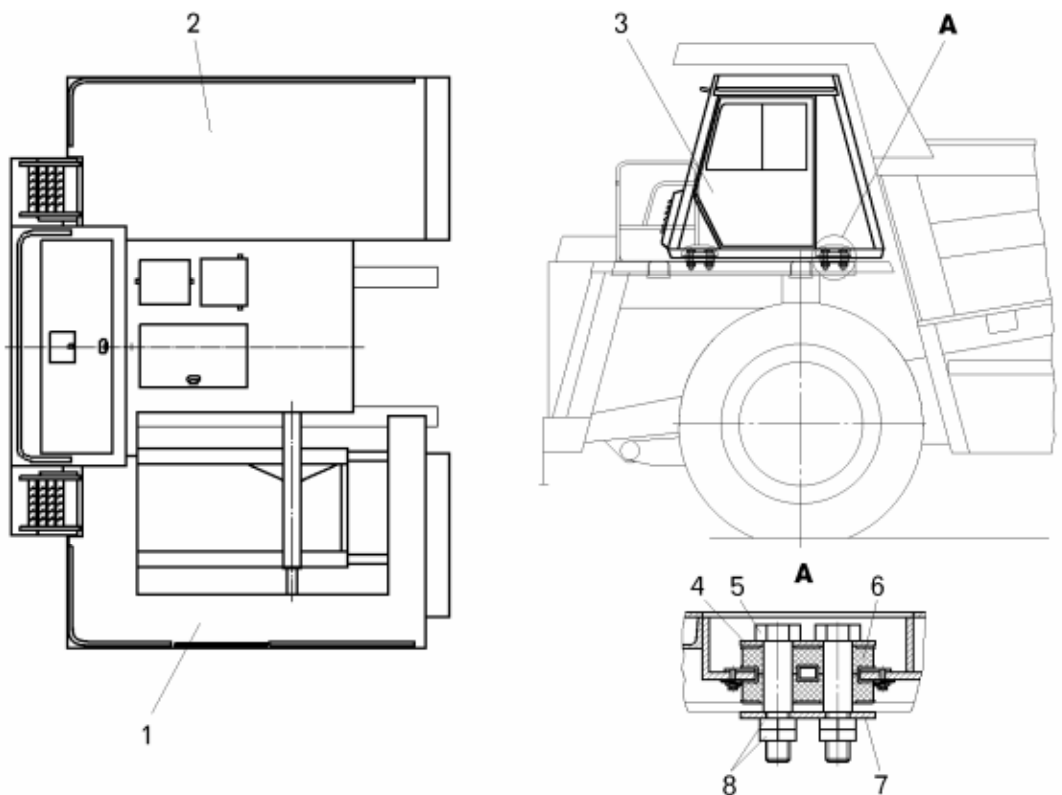

Рисунок 15.1 – Установка кабины и оперения:
Кабина – одноместная, цельнометаллическая, двухдверная, с термшумоизоляцией и мягкой внутренней обивкой, установлена слева на кронштейнах и крепится к ним в четырех точках болтами 5 (рисунок 15.1) через резиновые амортизаторы 6, гасящие колебания кабины в движении.
- отсоединить болты 5 (смотри рисунок 15.1) с гайками 8, которыми кабина крепится к балкам опоры;